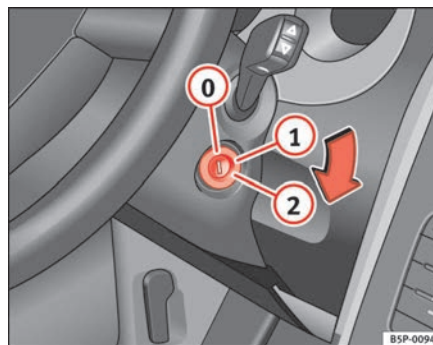

Abb. 118 Stellungen des Zündschlüssels
In dieser Stellung ⇒ Abb. 118 sind die Zündung und der Motor ausgeschaltet und die Lenkung kann gesperrt werden.
- Drehen Sie den Zündschlüssel in Stellung ⇒ Seite 163, Abb. 118 ①. Beim Vorglühen des Motors leuchtet die Kontrollleuchte  auf.
- Wenn die Kontrollleuchte ausgeht, drehen Sie den Zündschlüssel in Stellung ② zum Anlassen des Motors - geben Sie kein Gas.
- Drehen Sie den Zündschlüssel in Stellung ⇒ Seite 163, Abb. 118 .